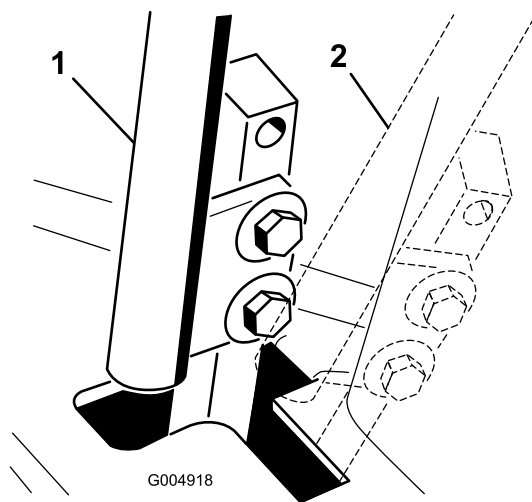

Figura 57
4. Mueva la palanca de control a la posición de PUNTO MUERTO, pero **no a la posición de bloqueo** (Figura 57).
6. Compruebe la posición de la palanca de control con relación a la muesca de la consola (Figura 57).